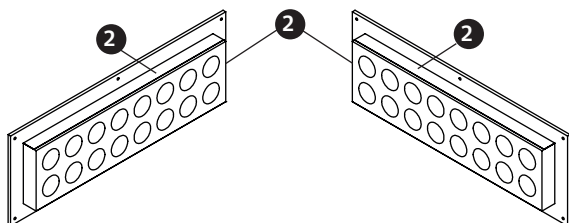

Fig. 37 Paratia antifiamma con nastro di protezione antincendio incollato (2 lati ciascuno)
Un nastro di protezione antincendio è incollato alla paratia antifiamma su 2 lati ❷ – Fig. 37.